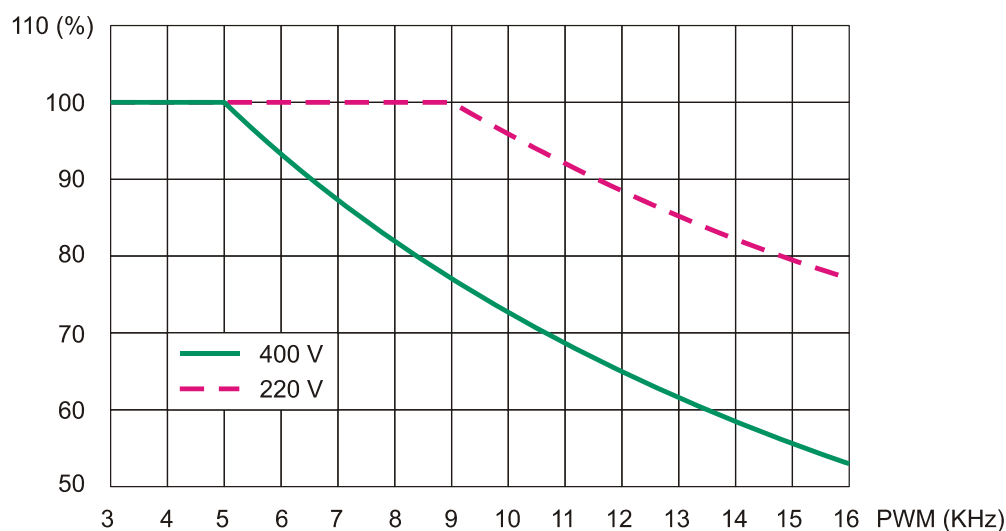

FIG. 4 (Declassamento convertitore per mod. da 03A÷110A / *Converter derating for mod. 03A÷110A*)
(1) La connessione C56 stabilisce il tipo di sovraccarico. (2) Corrente nominale per uso continuativo a 5kHz PWM. Nella FIG.4 è riportato l'andamento del declassamento automatico in funzione della frequenza di PWM (P101) e della tensione di alimentazione alternata (P87). (3) Temperatura ambiente ammessa fino a 45 °C. in questo caso declassare la corrente a 88% In. (4) Per altitudine superiore ai 1000 m SLM declassare la corrente dell'1% ogni 100 m. (1) Connection C56 determines the type of overload. (2) Rated current for continuous duty at 5kHz PWM. FIG.4 shows the automatic derating pattern as a function of PWM frequency (P101) and AC supply (P87). (3) Allowable ambient temperature up to 45 °C. In this case, derate current to 88% In. (4) At altitudes above 1000 m above sea level, derate current by 1% each 100 m.